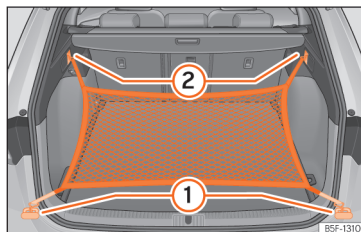

Fig. 190 Na bagageira: argolas ① e ganchos ② para fixar o saco de rede.
- Fixe os ganchos curtos da rede nas argolas de fixação »» Fig. 190 ① »» ⚠. O fecho de correr do saco deve ficar voltado para cima.
- Fixe as fitas nos ganchos para prender sacos ②.